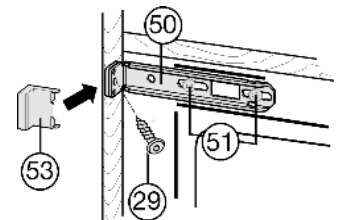

Fig. 18
- ▶ Allentare le viti Fig. 18 (51).
- ▶ Avvitare la squadretta di fissaggio Fig. 18 (50) superiore al fianco del mobile con viti per truciolare Fig. 18 (29)  $\varnothing$  4x19.
- ▶ Staccare l'estremità sporgente della copertura Fig. 18 (53).
- ▶ Serrare le viti Fig. 18 (51).
- ▶ Applicare sopra la copertura Fig. 18 (53).